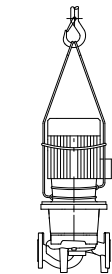

Fig. 34: Pumpun kuljetus
- Moottorissa olevat kuljetussilmukat on tarkoitettu vain kuorman kiinnityksen ohjaukseen (Fig. 34).